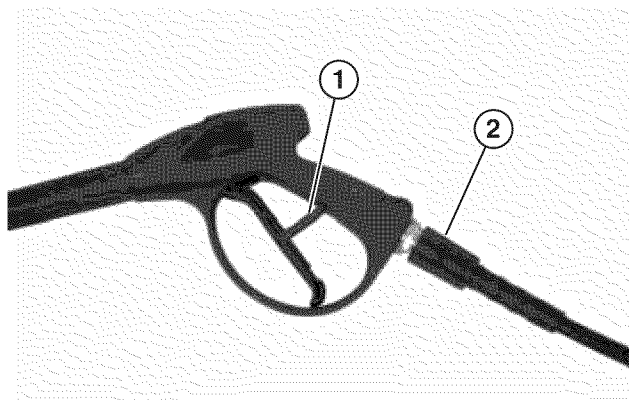

Figura 26 – Bloqueo del disparador en posición OFF (apagado)
14. Gire el bloqueo del disparador hacia arriba para trabar el disparador en la posición **OFF (Apagado)** (Ver Figura 26).
15. Instale la manguera de alta presión a la pistola atomizadora y ajuste el accesorio de la manguera (Ver Figura 26). No apriete demasiado. El accesorio sólo se debe ajustar a mano.